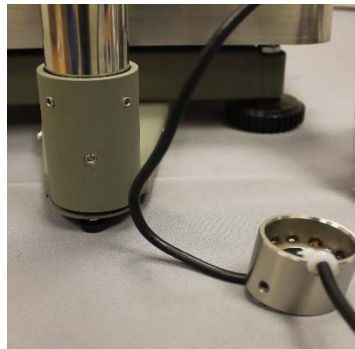
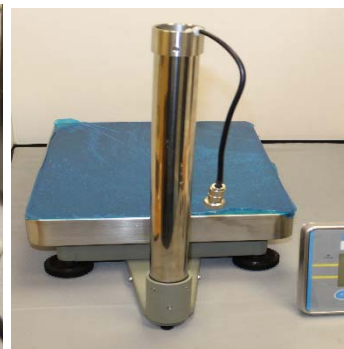

Abb.4
Abb.5
- Ziehen Sie den Stecker durch den Edelstahlring. tTecken Sie die Kabelhalterung in die Öffnung im Ring ein. (Abb.4) Loses Kabel kann zurück in das Stativ gesteckt werden. Setzen Sie den Edelstahlring auf das Stativ auf (Abb.5).